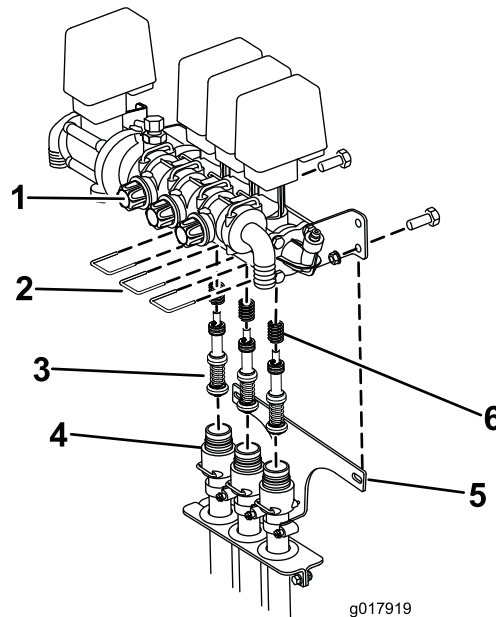

Figura 75
- B. Retire os 3 eixos que prendem os encaixes da válvula ao conjunto da válvula (Figura 75).
pulverizador (Figura 75). Baixe os tubos afastando-os do conjunto da válvula.
- D. Utilizando uma chave Allen de 3 mm, retire os parafusos que prendem os conjuntos dos pistões no conjunto da válvula. Certifique-se de que conta com as molas na válvula (Figura 75).